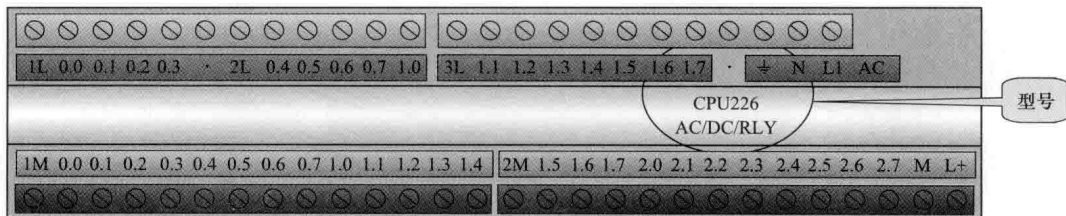

图 1-10 PLC 的 CPU 模块型号
(1) CPU 模块的型号, 如图 1-10 所示。每一种型号的 CPU 模块都有直流 24V 和交流 120 ~ 220V 两种电源供电的类型。例如, CPU224 有 CPU224DC/DC/DC 和 CPU224AC/DC/RLQ 两种类型。其中, DC/DC/DC 说明是 24V 直流电源供电、直流数字量输入、晶体管直流数字量输出; AC/DC/RLQ 说明是交流电源供电、直流数字量输入、继电器数字量输出。